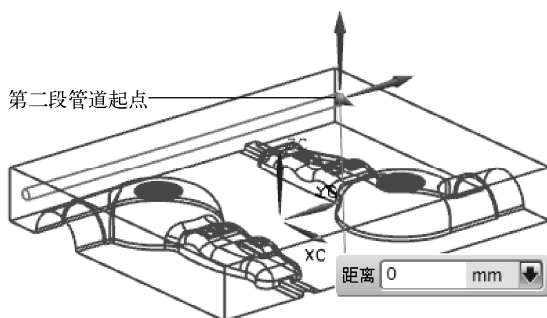

图 10-88 确定第二段管道的起点
(8) 在对话框的【设置】选项组中，指定【流道直径】的值为 8，单击【应用】按钮，系统创建第一段管道，同时自动将终点视为下一段管道的起点，继续创建第二段管道，如图 10-88 所示。